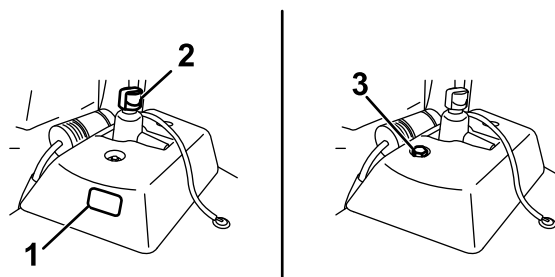

Figura 48
- se o depósito hidráulico auxiliar tiver uma janela de visualização, verifique o nível de óleo aí (Figura 48) e passe para o passo 5.
- se o depósito hidráulico auxiliar não tiver uma janela de visualização, localize a vareta na parte superior da máquina (Figura 48) e passe para o passo 3.